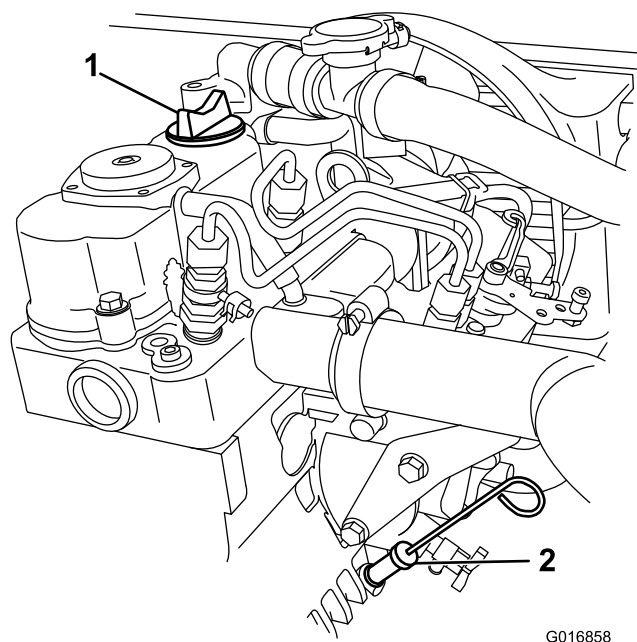

図 17
3. ディップスティック管図 17からごみが入ってエンジンを傷つけないように、その周囲をウェスできれいに拭く。
5. ディップスティックを根元まで完全に差し込む図 17。
6. ディップスティックを引き抜いて油量を点検する図 17。
7. ディップスティックを取り付ける。奥まで完全に差し込むこと図 17。